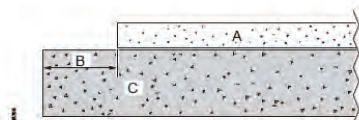
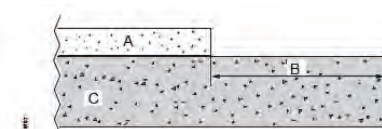

Bild 3: Mått, framkant.
Bild 4: Mått, bakkant.
4. Placera skummadrasserna (A i Bild 3) tätt intill varandra ovanpå plastfilmen i båsen (C i Bild 3). Lämna 100 mm (B i Bild 3) på vardera sidan om båsraden för fixering av skyddsöverdraget.
5. Placera skummadrasserna 200 mm (B i Bild 4) från båssets bakre kant och 100 mm (B Bild 3) från båssets främre kant för att fästa dem.
OBS! Se till att skummadrasserna (A i Bild 4) ligger helt i linje med varandra.